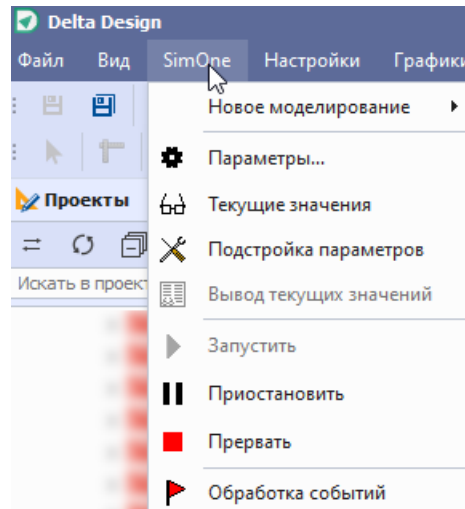

Рис. 173 Управление процессом моделирования
2. Приостановите выполнение моделирования, см. Рис. 173, и откройте панель «Текущие значения».